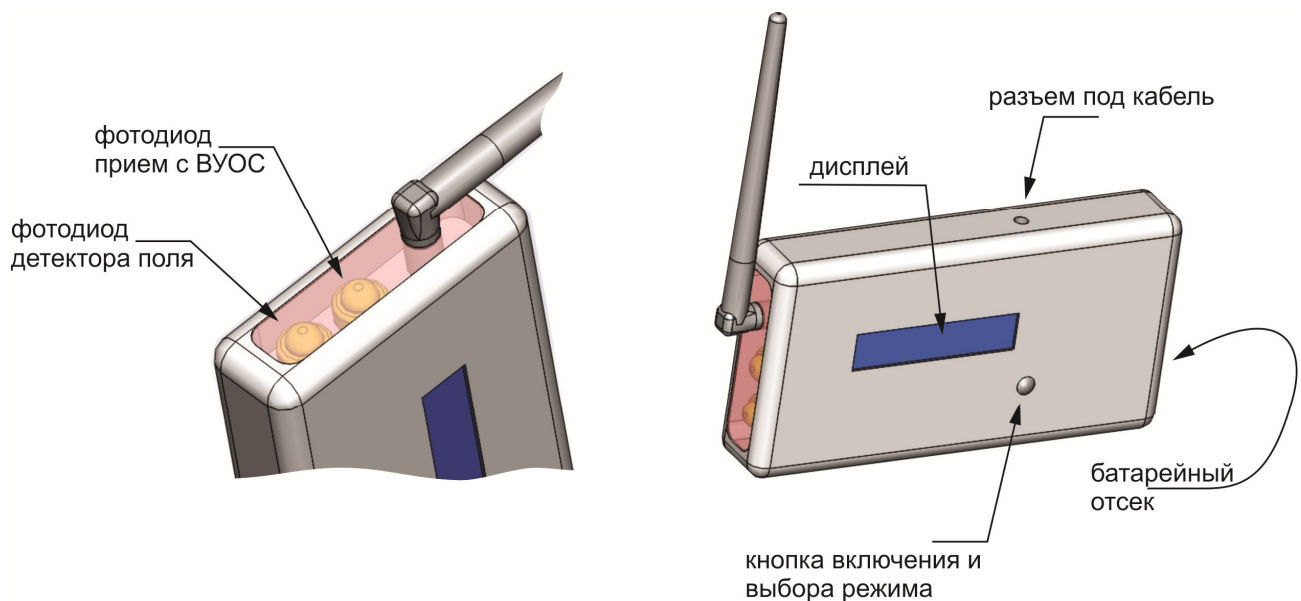

Рисунок 1.2 - Общий вид прибора контроля
1.4.6.3 На верхней стенке прибора контроля расположено гнездо для подсоединения кабеля (см. рисунок 1.2) при работе прибора в режиме «Проводной измеритель». При работе прибора в остальных режимах подсоединение кабеля не требуется.
1.4.6.4 На боковой стенке прибора контроля расположены два фотодиода (см. рисунок 1.2), предназначенные для:
Прибор контроля ПК-02 следует разместить перед излучателем ИПДЛ таким образом, чтобы фотодиоды, расположенные на боковой стенке прибора контроля (см. рисунок 1.2), были направлены в сторону излучателя. Перемещая ПК-02 по вертикали и горизонтали, необходимо добиться максимального значения сигнала, отображаемого на дисплее (см. таблицу 1.2).